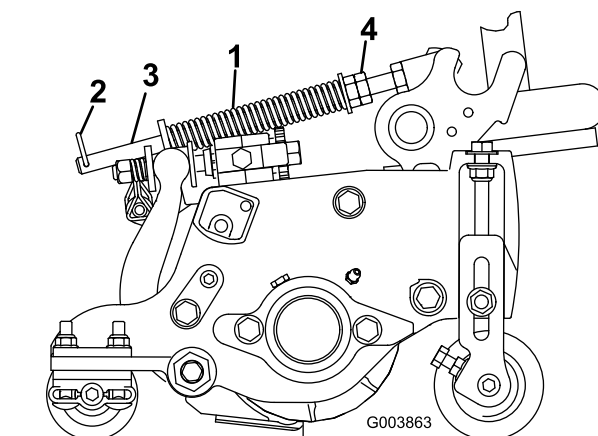

図 14
1. ヘアピンコッターがスプリングロッドの後の穴に差し込まれていることを必ず確認しおいてください 図 14。
2. スプリングロッド前部の六角ナットを締めて、スプリング圧縮状態の長さが127 mm になるようにする 図 14。